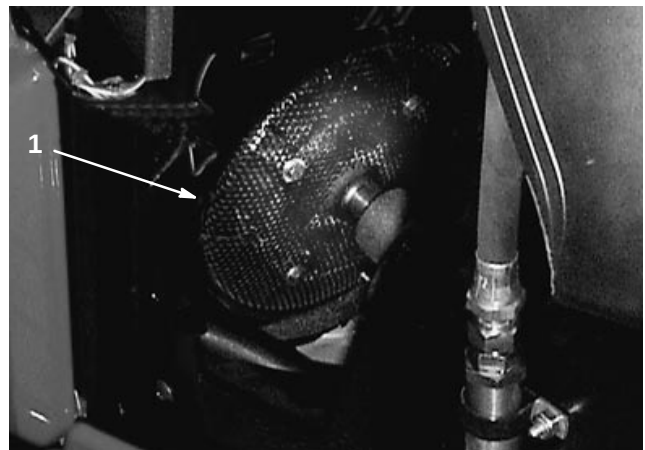

Abbildung 7
3. Eventuelle Fremdkörperansammlungen vom rotierenden Luftansaugsieb abwischen (Abb. 7).